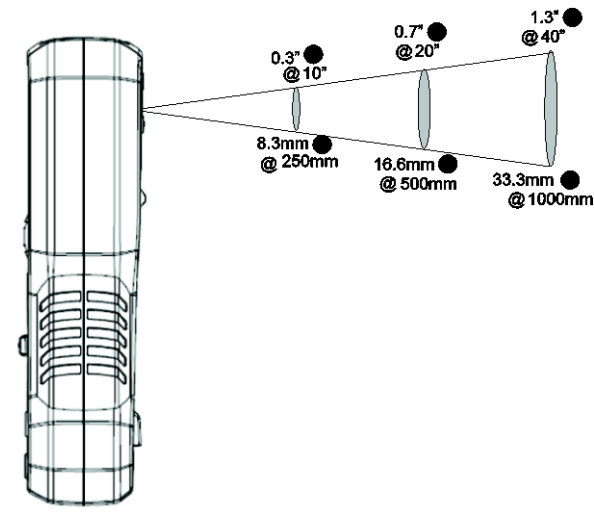

Fig. 7-2 Afstand til punkt-forhold 30:1
7. Afstand til punkt-forholdet for kameraet er 30:1, hvilket betyder, at målingspunktet er 30 gange mindre end meterets afstand fra punktet (ved en afstand på 30 tommer "ser" meteret et målpunkt på 1 tomme). **Se Fig. 7-2.**